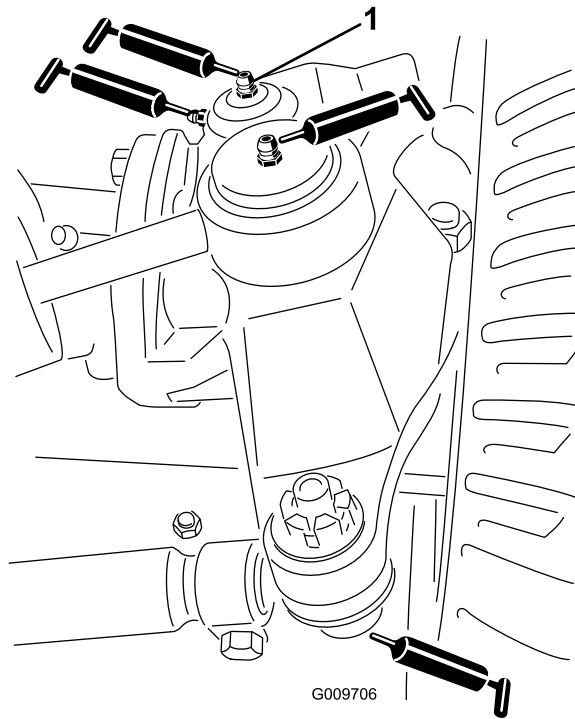

图 35
- 转向油缸球窝接头2个如图35所示
- 横拉杆球窝接头2个如图35所示
- 主销轴套2个如图35所示